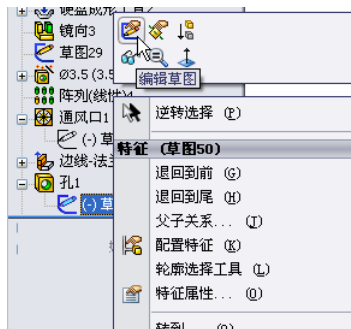
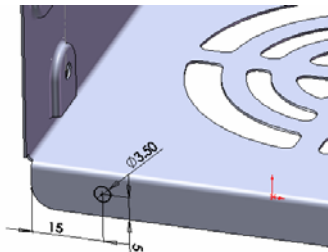

图 10-155 选择“编辑草图”命令
图 10-156 标注智能尺寸
⑧ 编辑简单直孔的位置。在生成简单直孔时，有可能孔位置并不是很合适，这样就需要重新进行定位。在 FeatureManager 设计树中右击“孔 1”，如图 10-155 所示，在弹出的菜单中单击“编辑草图”图标，进入草图编辑状态，标注智能尺寸如图 10-156 所示，单击“退出草图”图标.